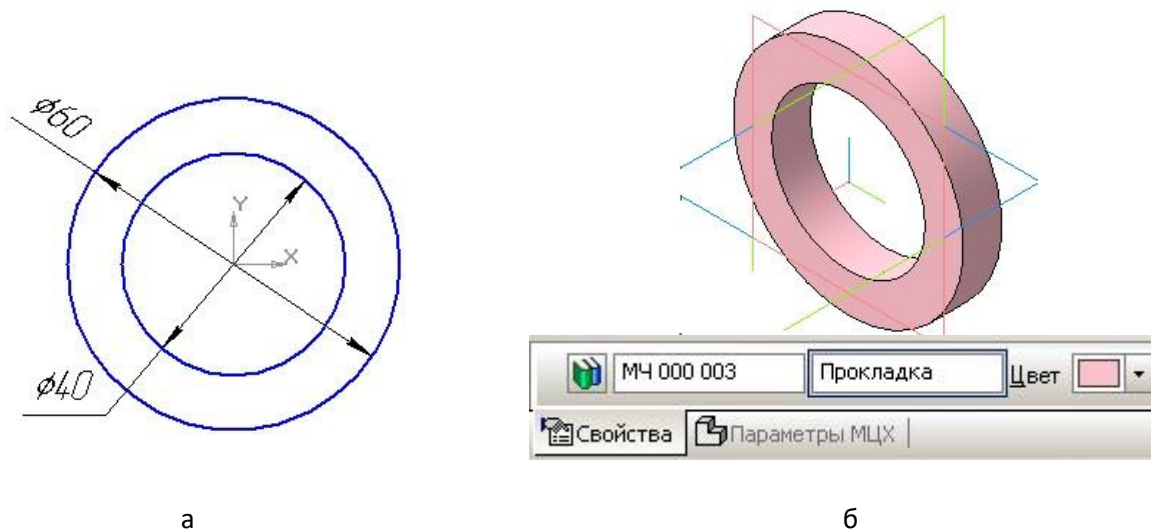
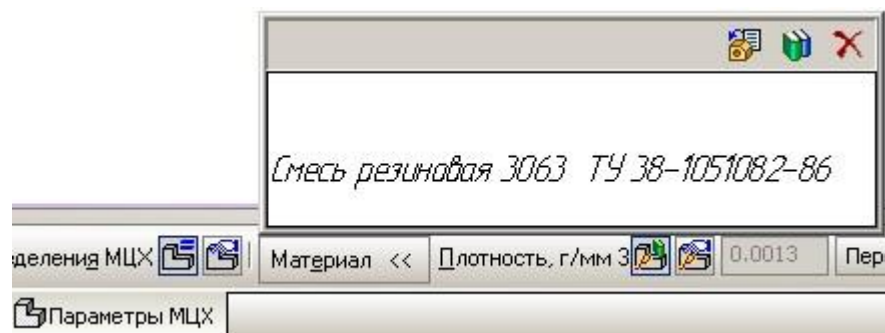

Рисунок 9 – Створення деталі **Прокладка**
Рисунок 10 - Вибір матеріалу прокладки
40. Виконайте заокруглення та фаски відповідно до рис. 9.
Створіть ескіз прокладки за розмірами пазів у фланцях (рисунок 9а). Видавити на відстань **10 мм**. У рядку параметрів заповніть назву, зміну кольору та матеріалу (рисунок 9б). З бібліотеки матеріалів виберіть **Смесь резиновая** Матеріал для прокладки виберіть у меню, що випадає (рисунок 10).